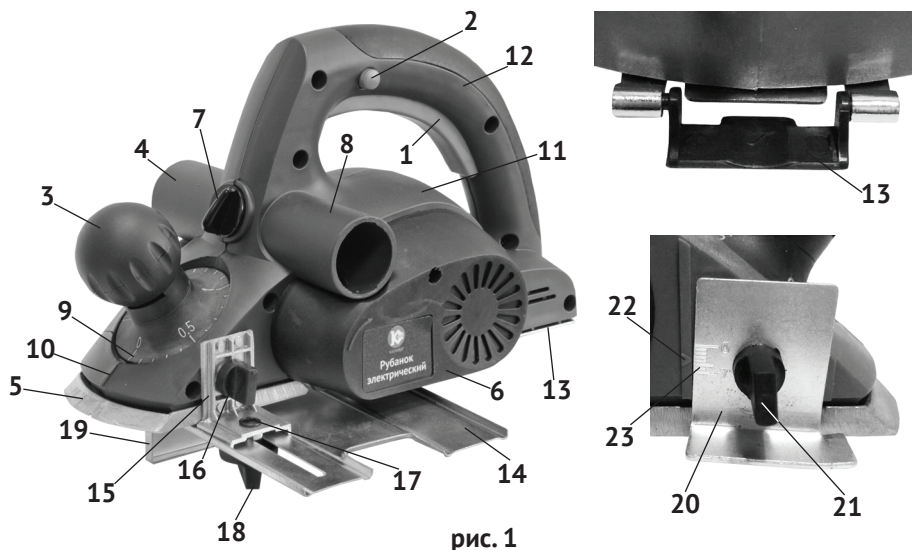

рис. 1
1.1 Ручной электрический рубанок (далее по тексту – рубанок) предназначен для строгания пиломатериалов из древесины различных пород. V – образная канавка на рабочей поверхности передней подошвы (рис.1 поз.5), позволяют производить снятие фасок при изготовлении элементов деревянных конструкций. В комплект поставки входит параллельный упор, крепящийся к корпусу рубанка (справа или слева) над регулируемой подошвой.
Внешний вид рубанка представлен на рис.1
1.7 Механизмы рубанка (коллекторный двигатель и ножевой барабан) расположены в пластиковом корпусе (рис.1 поз.11), состоящем из 2-х половин, выпоненных заодно с рукояткой. Крутящий момент с якоря электродвигателя, поликлиновым ремнём передаётся на барабан. На барабане рубанка крепятся два ножа с двухсторонней заточкой. Ножи – основной рабочий инструмент рубанка. На крышке ремня (рис.1 поз.6) стрелкой указано направление вращения ремня и барабана.
Отвод стружки возможен в одну из двух сторон поворотом рукоятки (рис.1 поз.7) пластины отражателя стружки. Параллельный упор, закреплённый на рубанке, расширяет возможности использования инструмента, особенно при обработке узких заготовок, при выборке четверти, формировании шпунтов. Упор позволяет (при обработанном, ровном торце) сострогать точно выставленную ширину от края заготовки. Также в комплект поставки входит уголок-ограничитель глубины строгания (рис.1 поз.20), позволяющий точно выдержать глубину
К заднему торцу нерегулируемой подошвы крепится предохранительная подставка (рис.1 поз.13). В опущенном положении она предотвращает касание ножей вала поверхности верстака (рабочего стола). Перед началом строгания подставка (рис.1 поз.13) сдвигается вверх. После окончания работы подставка поворачивается вниз предотвращая касание поверхности ножами.
1.8 Клавиша выключателя (рис.1 поз.1) расположена в нижней части рукоятки.
Во избежание самопроизвольного включения инструмента, выключатель снабжён блокировкой клавиши (кнопка блокировки, рис.1 поз.2, расположена на левой части рукоятки). Включение рубанка, осуществляется нажатием на клавишу выключателя, после нажатия и удержания кнопки блокировки. Рубанок отключается при отпускании клавиши выключателя, при этом кнопка блокировки (со щелчком) возвращается в исходное положение - заблокировано.
1.9 Рукояткой (рис.1 поз.3) регулируется глубина строгания. Поворотом рукоятки по часовой стрелке увеличивается глубина строгания (по шкале рис.1 поз.9) в интервале от 0 до 2,0 мм. Разметка шкалы: одно деление - 0,1 мм.
- вращением ручки (рис.1 поз.3) установить глубину строгания за один проход, совместив нужное значение шкалы (рис.1 поз.9) с указателем (рис.1 поз.10). Глубина строгания: для черновой (обдирочной) обработки - 1.5-2.0 мм, для окончательной (чистовой) обработки - 0.2-0.3 мм;
- рукояткой (рис.1 поз.7) перевести отражатель выброса стружки в сторону установленного мешка и опробовать работу рубанка на холостом ходу.
- выполняя строгание, установите включённый рубанок регулируемой подошвой на заготовку, и равномерно, без значительного усилия, начинайте перемещать вдоль заготовки. Убедитесь, что предохранительная подставка (рис.1 поз.13) сдвинута вверх, обе подошвы рубанка на плоскости заготовки. Увеличение усилия нажатия и повышенная скорость под ачи ведёт к перегреву рубанка и быстрому затуплению ножей;
- снятие фаски осуществляется перемещением рубанка по обрабатываемому углу заготовки, с использованием V-образного паза в регулируемой подошве (рис.1 поз.5).
- скрепить пластину (рис.1 поз.14) упора с крепёжным уголком (рис.1 поз.15) винтом (рис.1 поз.17) и ручкой-гайкой (рис.1 поз.18);
- вставив прямоугольный выступ уголка в отверстие корпуса, закрепить упор на корпусе ручкой-винтом (рис.1 поз.16).
Ослабив ручку-гайку, сдвинуть пластину упора до касания бортиком пластины (рис.1 поз.19) края заготовки. Провести строгание, ведя бортник упора по грани заготовки.
Для проведения строгания с выборкой четверти, кроме параллельного упора необходимо закрепить с противоположной стороны уголок-ограничитель (рис.1 поз.20) глубины выборки со шкалой (рис.1 поз.23). Пластиной параллельного упора выставляется необходимая ширина выборки. По разметке на уголке, его подошва поднимается на необходимую глубину выборки четверти (от 0 до 7 мм).